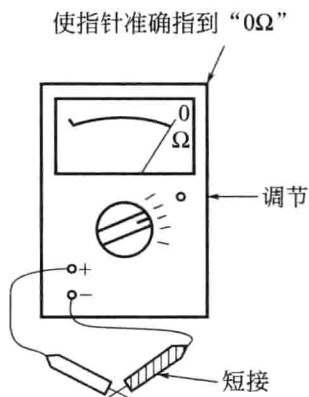

图 1-8 万用表调零
① 装上电池(如 MF-47 型万用表 R14 型 2 只 1.5V 及 6F22 型 9V 各一只),如果被测电阻处于电路中,那么首先应该将被测电路断电,如电路中有电容则应在断电后先行放电。测量时注意断开被测电阻与其他元器件的连接线。
② 转换开关旋至“ Ω ”挡位,正确选择量程,即尽量使指针指在刻度线的中间部分(该挡的欧姆中心值)。若不知被测电阻大小时,可选择高档位试测一下,然后选取合适的挡位。
③ 调节零点。测量前应首先进行调零,在所选电阻挡位,将两表笔短接,指针不指零位时,调节“ Ω ”调零旋钮,使指针指准确指在 0Ω 刻线上,如图 1-8 所示。每次换挡后必须重新调零,如某个电阻挡位不能调节至欧姆零位,则说明电池电压太低,已不符合要求,应及时更换电池。
④ 测量。将红黑表笔分别接触被测电阻的两端,并保证接触紧密。被测对象不能有并联支路,当被测线路有并联支路时,测得的电阻值不是该电路的实际值,而是某一等效电阻值。尤其测量大电阻时,不能同时用两手接触表笔的导电部分,防止人体电阻使测量出现较大的误差。